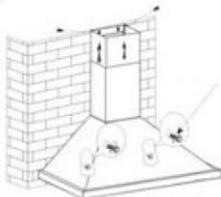

Bilde 3
4. Fest utvendig skorsteinbrakett på utsiden av skorsteinen, og pass på at høyden til innvendig skorstein kan justeres fritt og at ekspansjonsrøret kan festes. Etterpå monterer du ekspansjonsrøret og skorsteinen på aytrekkschetten. Se bilde 3.